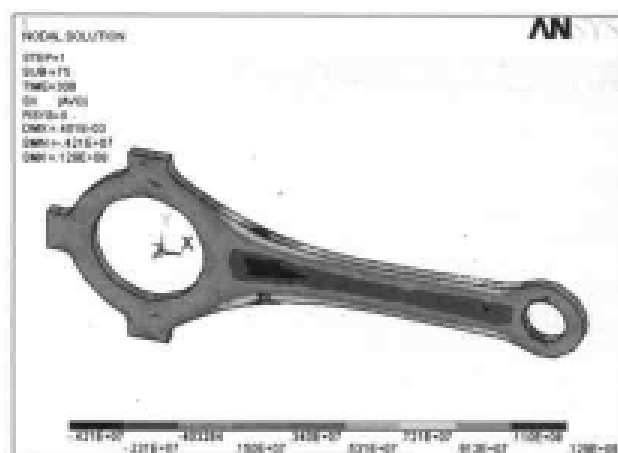

图 13-115 X 方向应力场分布等值线图
(4) 选择 Main Menu | General Postproc | Plot Result | Contour Plot | Nodal Solu 命令, 出现 Contour Nodal Solution Data 对话框, 选择 Nodal Solution | Stress | X-Component of stress 选项, 单击 OK 按钮, ANSYS 窗口显示 X 方向应力场分布等值线图, 如图 13-115 所示。